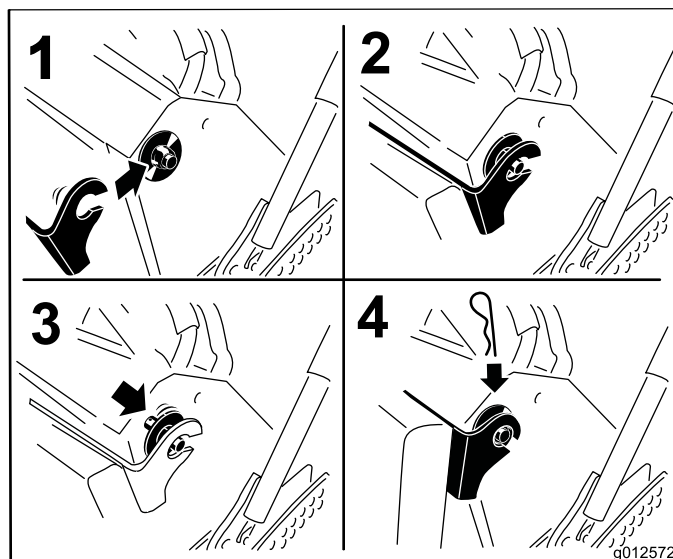

Figura 35
6. Levante el cojín y deslícelo sobre los pasadores en cada lado de la máquina (Figura 35).
7. Introduzca las arandelas grandes con casquillos de plástico en los soportes del cojín y sujételos con chavetas (Figura 35).